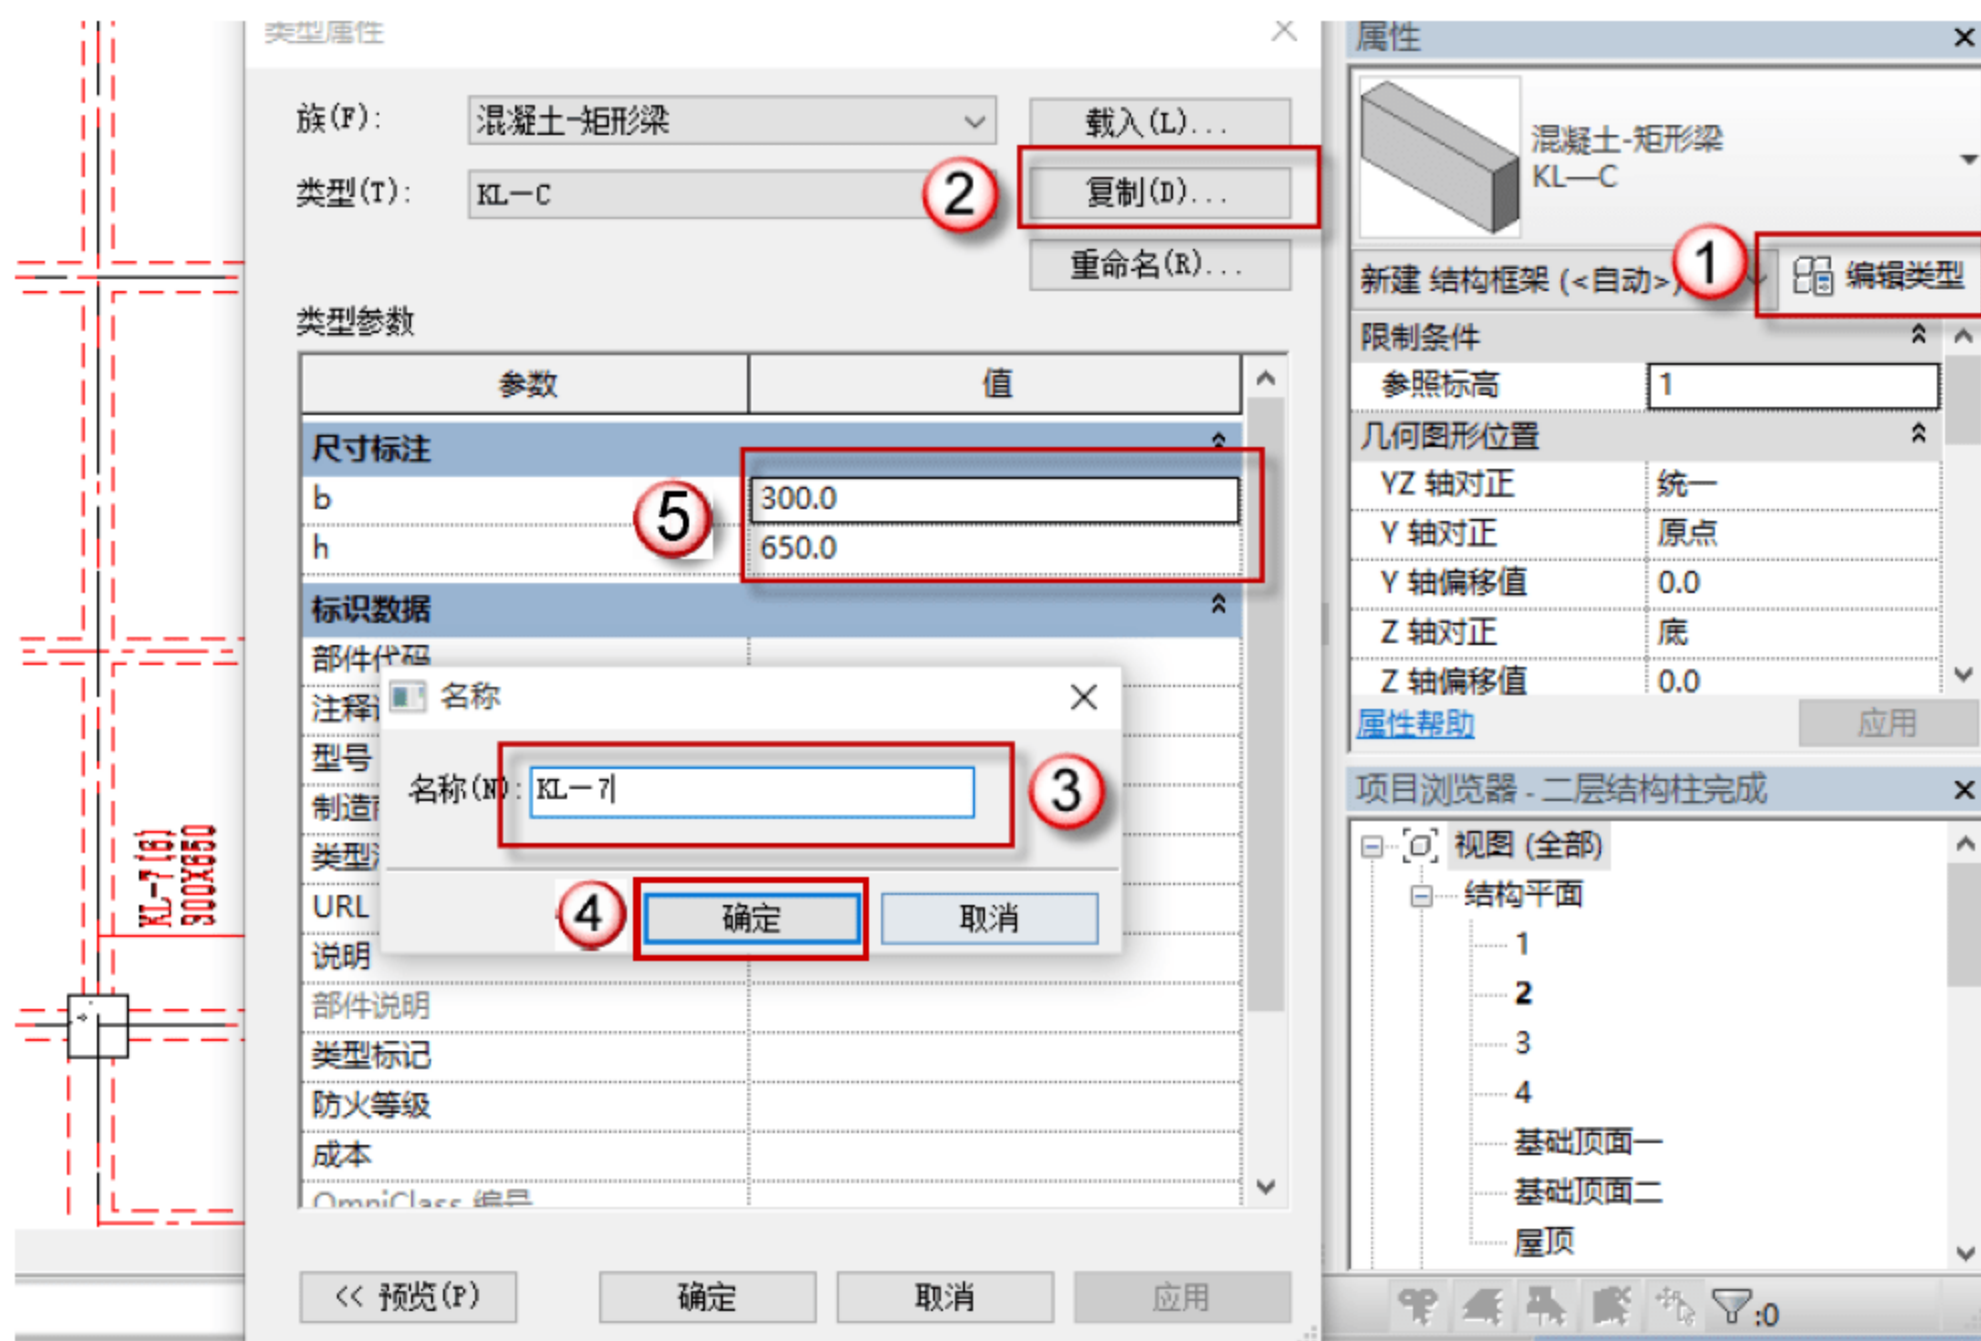

图 4.2.45 设置 KL-7 参数
- (20) 设置矩形梁 KL-7 参数，按快捷键 B+M，出现绘制的界面，单击“编辑类型”按钮，在弹出的对话框中单击“复制”按钮，再在弹出的对话框中命名新的族 KL-7，单击“确定”按钮。在“尺寸标注”栏设置参数，如图 4.2.45 所示。